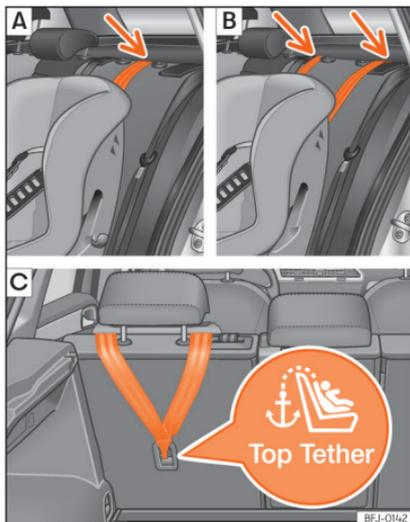
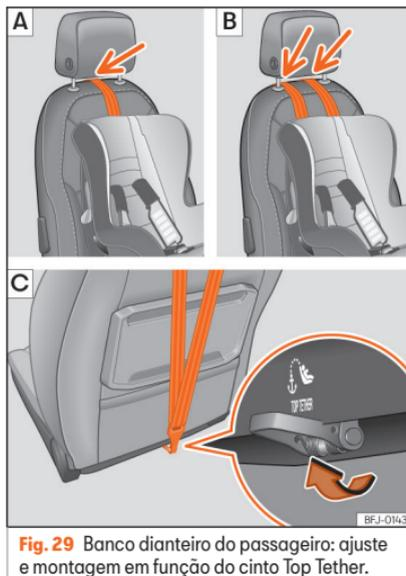

Fig. 28 Bancos laterais da segunda fila: ajuste e montagem em função do cinto Top Tether.
Fig. 29 Banco dianteiro do passageiro: ajuste e montagem em função do cinto Top Tether.
Os anéis Top Tether estão situados na zona posterior dos encostos traseiros (atrás do encosto ou na zona da bagageira) »» Fig. 28.
No caso do banco do passageiro o anel está localizado por baixo do encosto do banco »» Fig. 29.
- Coloque a correia por baixo do encosto de cabeça (em função das instruções da própria cadeira, levante ou retire o encosto de cabeça se for necessário) » » Fig. 28 [A]/[B], » » Fig. 29 [A]/[B].
- Deslize a correia e fixe-a corretamente com a fixação da parte posterior do encosto » » Fig. 28 [C], » » Fig. 29 [C].